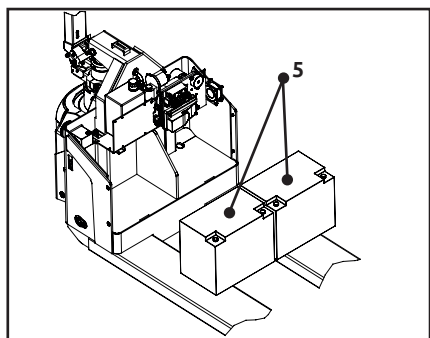

Figura 10
- ⑥ Retire la batería usada 7 y monte la batería nueva siguiendo los pasos posteriores. (Figura 10).